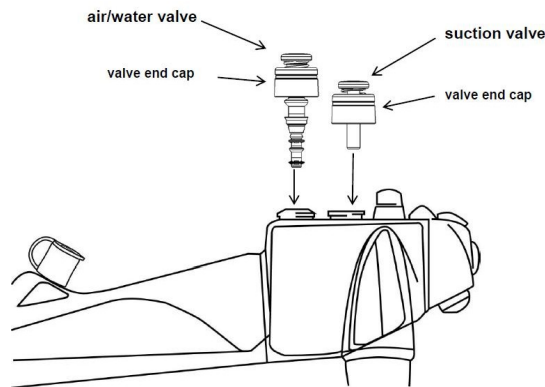

Figure 1
- 4) Das Absaugventil in den Absaugzylinder eines Olympus®/Fujinon®/Pentax® Endoskops (siehe Abb. 1) einführen.
- 8) Das Luft-Wasser-Ventil in den Luft-Wasser-Zylinder eines Olympus®/Fujinon®/Pentax® Endoskops (siehe Abb. 1) einführen.